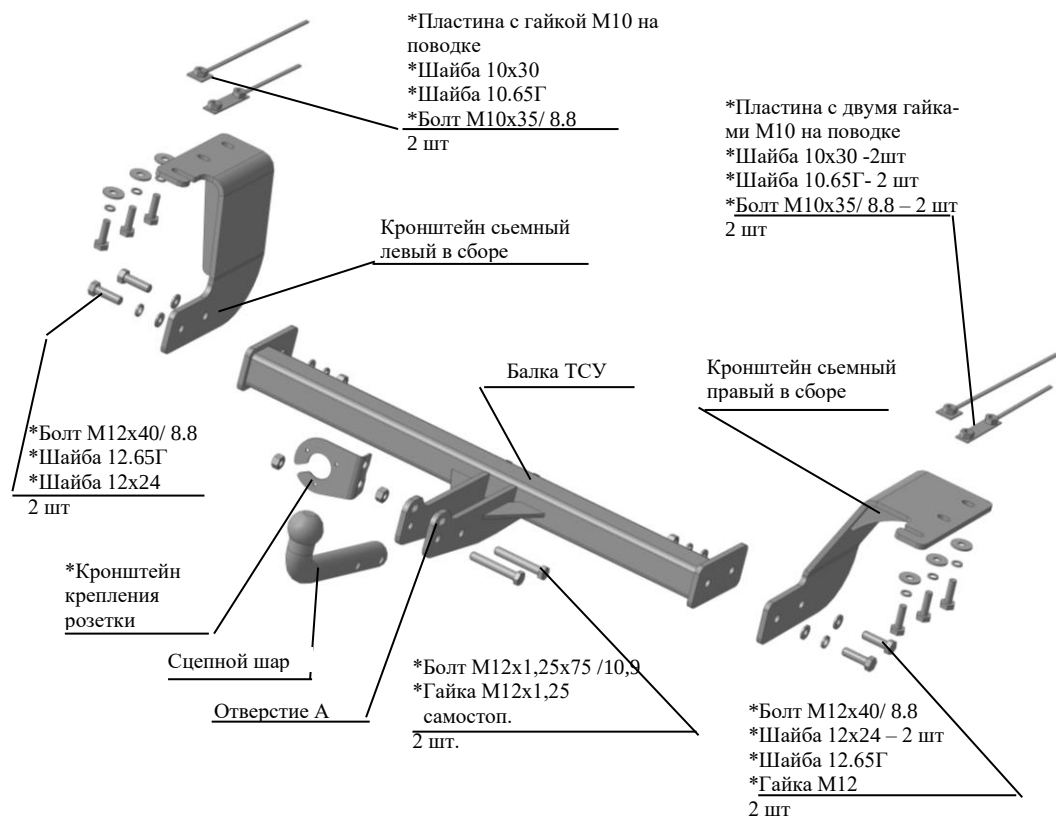

Рис.1 Тягово-цепное устройство 8170.
2.1 ТСУ 8170 в сборе (рис.1)	1 шт.
2.2 Пакет с комплектующими (см. рис.1)	1 шт.
4.3 Установить закладные пластины с гайкой М10 на поводке (через отверстия в нижних полках лонжеронов) и закрепить кронштейны съемные левые и правые к лонжеронам крепежом соответственно рис. 1. Крепеж не затягивать.
4.4 Установить закладные пластины с двумя гайками М10 на поводке и закрепить кронштейны съемные к лонжеронам крепежом соответственно рис.1. Крепеж не затягивать.
4.5 Прогнать резьбовые отверстия в балке метчиком М12. Установить балку ТСУ, закрепив ее к боковым съемным кронштейнам болтами М12х40 и крепежом соответственно рис.1. Крепеж не затягивать.